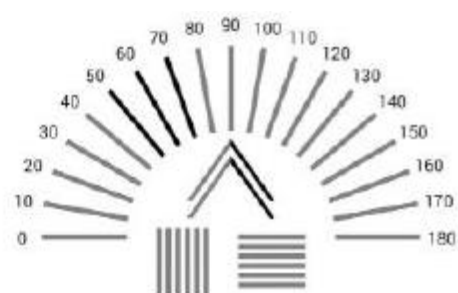

Рисунок 12
- Якщо пацієнт має астигматизм, діаграма буде показана як на рис. 12.